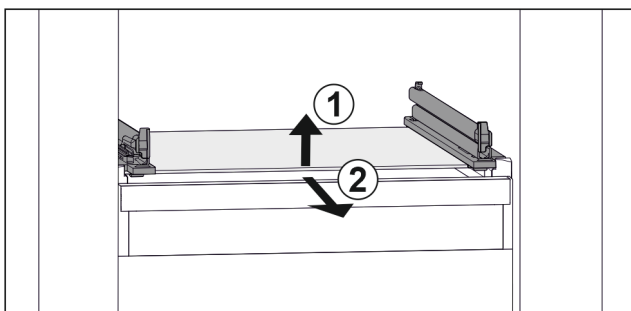

Fig. 111 Exemple de représentation de la tablette en verre
- Soulever la tablette en verre par l'avant. Fig. 111 (1)
- Retirer la tablette en verre par l'avant. Fig. 111 (2)